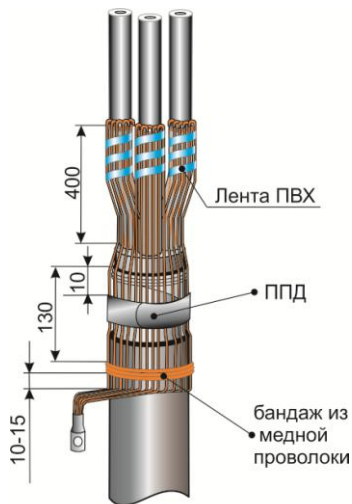

Рис.5
5. Удалить ленты, бандажующие экран. Расплести проволоки и отогнуть до бандажа. Отогнутые проволоки уложить по каждой жиле и зафиксировать лентой ПВХ на длине 400мм от слоя межфазного заполнителя. Затем концы проволок уложить на оболочку и броню кабеля и зафиксировать бандажом из 3-4 витков медной проволоки на оболочке и пружиной постоянного давления на броне лентах кабеля. Расстояния указаны на Рис.5.